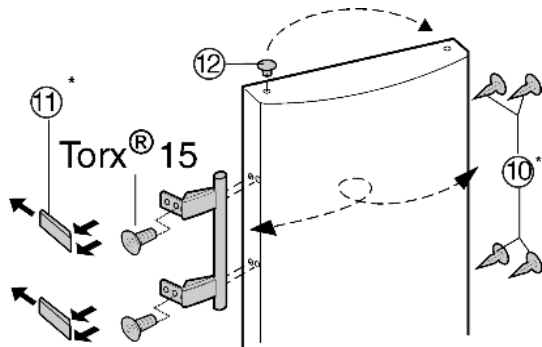

Fig. 7
- ▶ Витягніть пробки Fig. 7 (12) із втулок на дверцяті і переставте їх.
- ▶ Зніміть пробки Fig. 7 (10), пластини Fig. 7 (11) та ручки і переставте на протилежний бік.